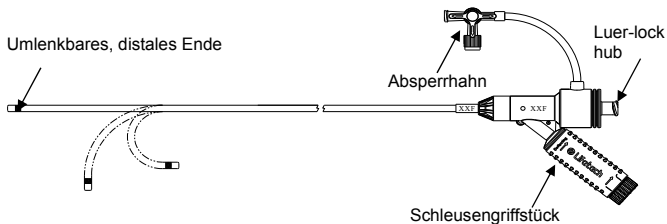
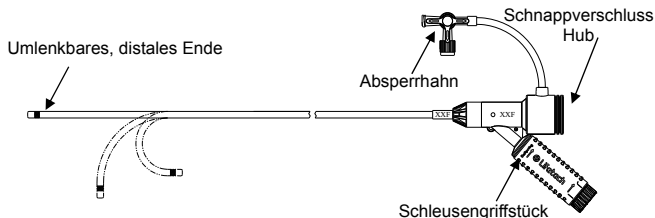

Abb.1 Steuerbares Einführungsinstrument (Serie 800)
Abb.2 Steuerbares Einführungsinstrument (Serie 550/700/900)
- 1) Umlenkbare Schleuse (Abb.1 und Abb.2)